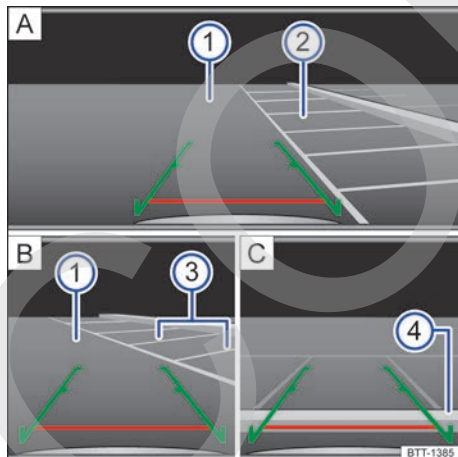

Fig. 102 Visualización del display del sistema de radio: estacionar con la cámara de marcha atrás.
Leyenda para fig. 102:
- Colocar el vehículo delante de la plaza de estacionamiento → fig. 102 ② A.
- Conducir hacia atrás lentamente y maniobrar de modo que las guías verdes laterales conduzcan entre las líneas de delimitación de la plaza de estacionamiento seleccionado ② A.
- Alinear el vehículo en la plaza de estacionamiento seleccionada de modo que las guías verdes laterales queden sobre las líneas de límite lateral ③ B.
- Detener el vehículo cuando la línea roja alcance el límite trasero ④ C. <